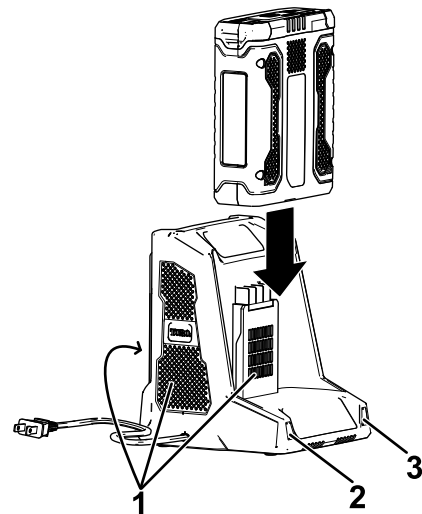

Bild 10
5. Schieben Sie das Akkupack in das Ladegerät, bis es einrastet (Bild 10).
3. Fluchten Sie das Loch im Akkupack (Bild 10) mit der Zunge am Ladegerät aus.